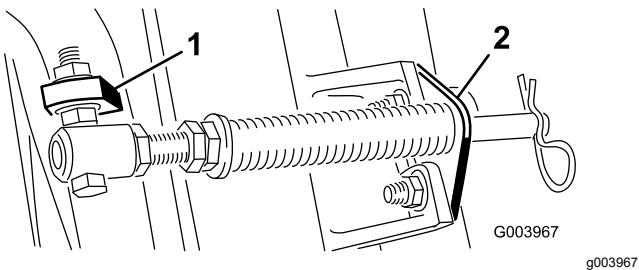
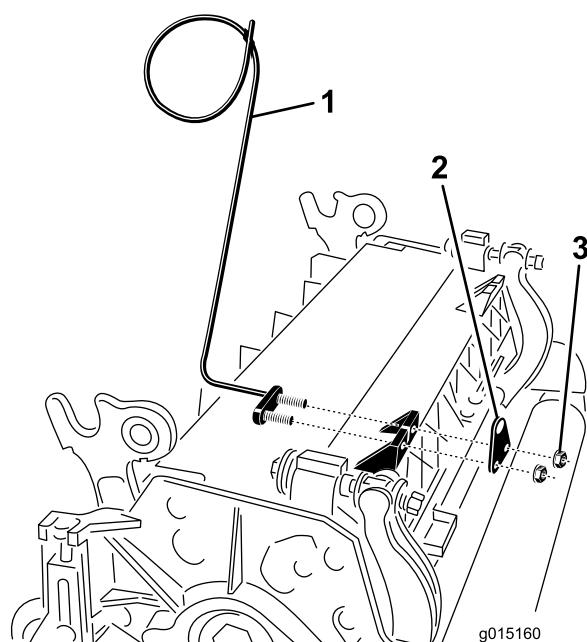

Bild 11
Bild 13
**Hinweis:** Der Schraubenkopf zeigt zur Außenseite der Lasche, siehe **Bild 11**.
E. Montieren Sie die Stangenhalterung mit den Schlossschrauben und Muttern an den Schneideeinheitennasen (Bild 11). An der Schneideinheit müssen Sie auch die linke Schlauchführung vorne an den Schneideeinheitennasen befestigen, wenn Sie die Stangenhalterung (Bild 13) wieder einbauen.